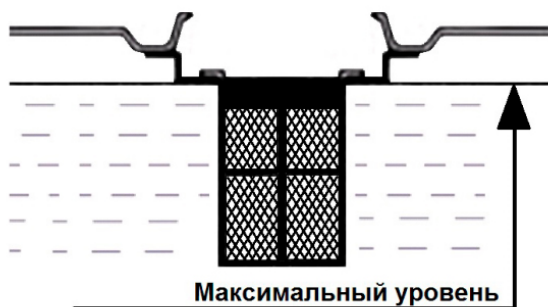

Рисунок 11. Максимальный уровень топлива
Максимальный уровень топлива показан на Рис. 11.
3. Залейте бензин в топливный бак при помощи специальной емкости или воронки до уровня, показанного на Рис. 11.